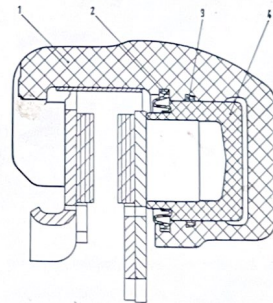

Fig. 8.4.-Sección del mecanismo de freno delantero.
- Retirar el retén (3, fig. 8.4).